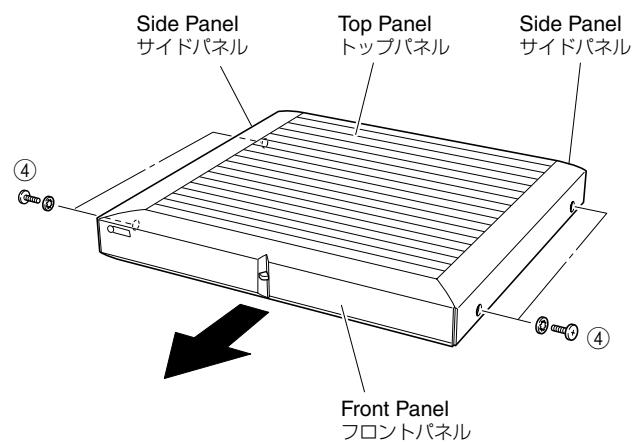

Fig. 2
- b. Set the main unit with its top facing up and remove 4 screws (④). (Fig. 2)
- c. Remove the Front Panel, Side Panel and Top Panel together by sliding them toward the front. (Fig. 2)
- b. 本機を上向きにして、④のネジ4本を外します。(Fig. 2)
- c. フロントパネル、サイドパネル、トップパネル一体をフロント方向にスライドさせて取り外します。(Fig. 2)